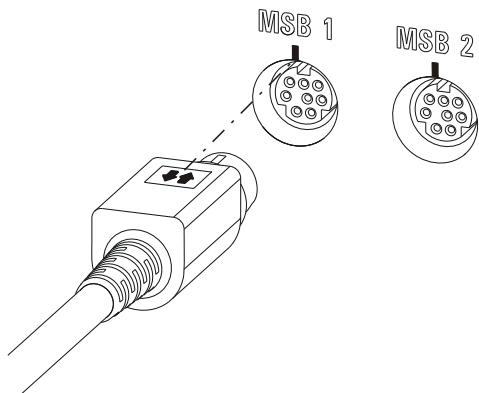

图15 MSB 接口
- 连接时请您注意 MSB 插头标有箭头的平面一侧朝向 MSB 接口的标志（参见图 15，第 21 页）。